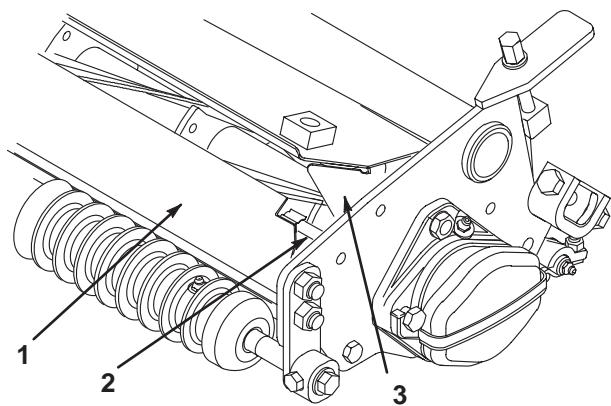

図11
A. 前シールド・アセンブリ（図11）を外して廃棄する。さらに各カッティングユニットのサイドプレートに付いているシールド取り付け用スタッドとナットを外して廃棄する。
C. ガラス・シールド・サイド・デフレクタを外側に曲げてカッティングユニットのサイドプレートと面一にする（図11）。